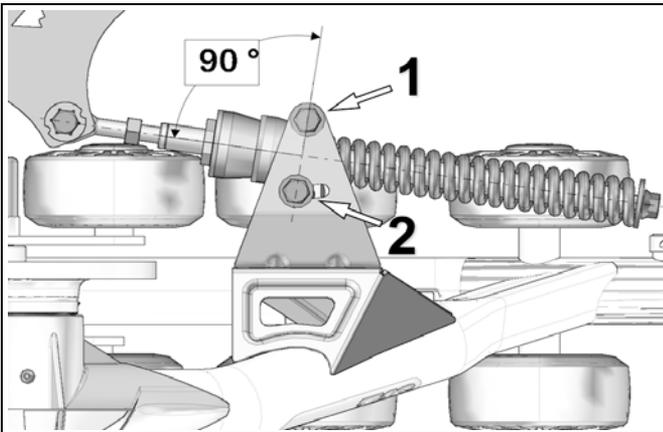

Abbildung 17
- Stellen Sie die Verdrehsicherungs-Halterung im 90° Winkel (senkrecht) zur Stabilisierungsstange ein. Ziehen Sie die beiden Befestigungsschrauben (1 und 2) des Verdrehsicherungsbügel auf ein Drehmoment von 50 Nm an. Siehe Abbildung 17.